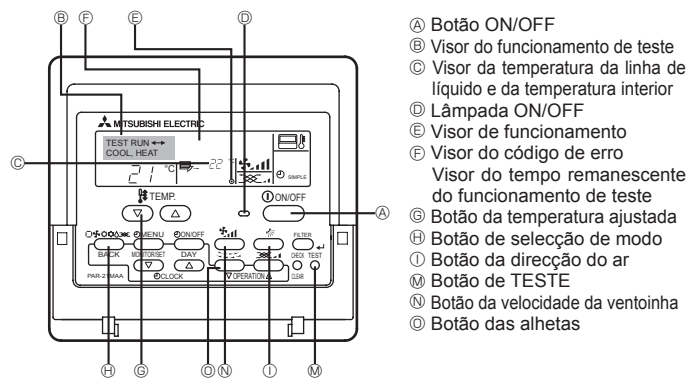

Fig. 7-1
7. Ensaio (Fig. 7-1)
Utilizar o controlo remoto com fio (Fig. 7-1)